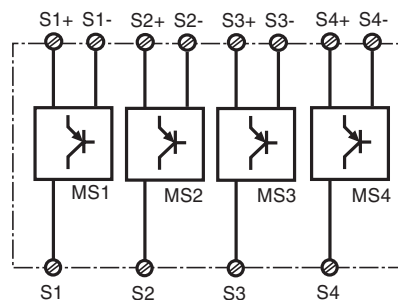

Fig. 8: Muting-Sensoren mit Halbleiterausgang/Muting sensors with semiconductor output/Capteurs muting avec sortie statique
**If only 2 muting sensors are being used (MS1 and MS2), these must be connected to terminals S1, S1+, S1- or S2, S2+, S2- (see Fig. 8 and 9). The cable for connections S1/S3 and S2/S4 must be laid in separate multicore cables!**
Connect the supply voltage for muting sensor MS1 to S1+ (24 VDC) and S1- (GND), and for muting sensor MS2 to S2+ and S2- etc. (see Fig. 8).
Connect the output from muting sensor MS1 to S1, and from muting sensor MS2 to S2 etc. (see Fig. 8).
**si vous utilisez uniquement 2 capteurs (MS1 et MS2), ils doivent impérativement être branchés sur les bornes S1, S1+, S1- et S2, S2+, S2- (cf. fig. 8 et 9). Les câbles de raccordement S1/S3 et S2/S4 doivent être posés dans des gaines distinctes !**
Branchez l'alimentation du capteur MS1 sur S1+ (24 V DC) et S1- (GND), procédez de même pour le capteur MS2 (sur S2+ et S2-) et ainsi de suite (cf. fig. 8).
Raccordez la sortie du capteur MS1 sur S1, celle du capteur MS2 sur S2, etc. (cf. fig. 8).